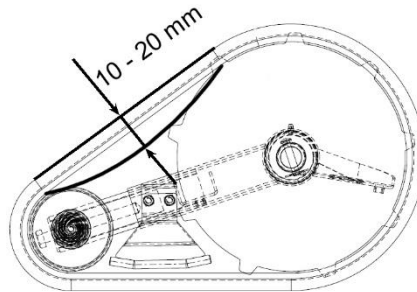

Figura 27
3. Girare la vite in senso orario per aumentare la tensione del cingolo ed in senso antiorario per diminuirla. La flessione del cingolo deve essere compresa tra 10 a 20 mm (Figura 27).